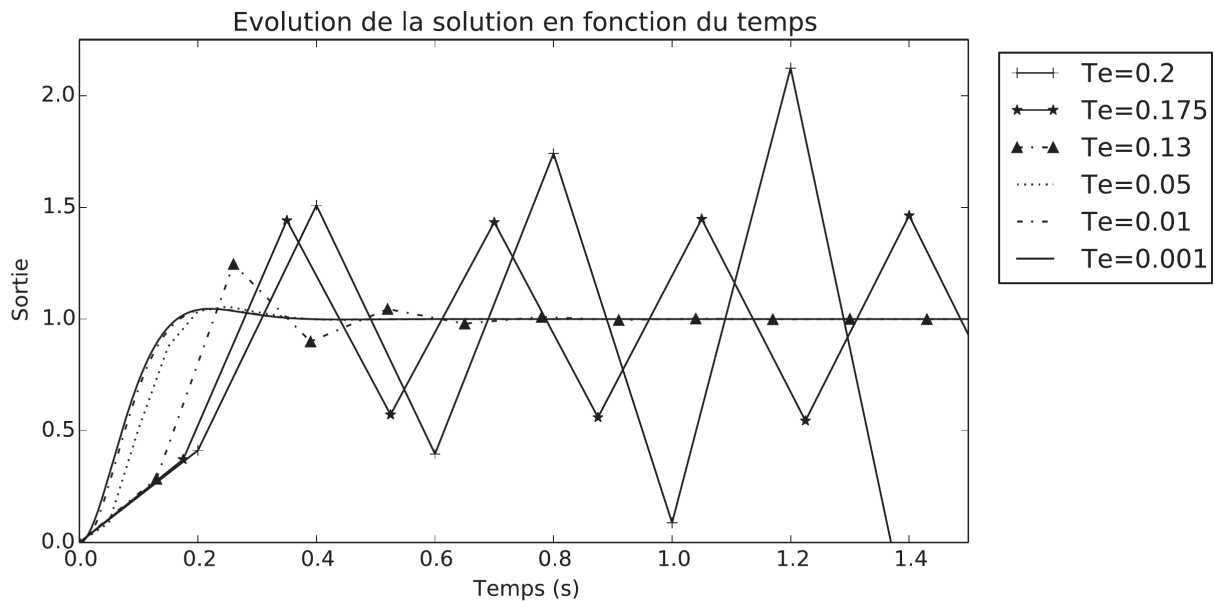

FIGURE 7 – Évolution de la solution en fonction de la valeur du pas de temps  $T_e$ .
Afin d'analyser les propriétés de la méthode de Newmark, on résout l'équation différentielle pour un second membre simple avec différents pas de temps, pour un réglage des paramètres  $\gamma$  et  $\beta$  fixé. Les résultats sont synthétisés sur la figure 7.
**[Q22. (autre version)** La figure 7 représente la réponse à un échelon de tension de 1V. Déterminer l'allure de la solution exacte de l'équation différentielle. Puis, commenter la figure 7.]